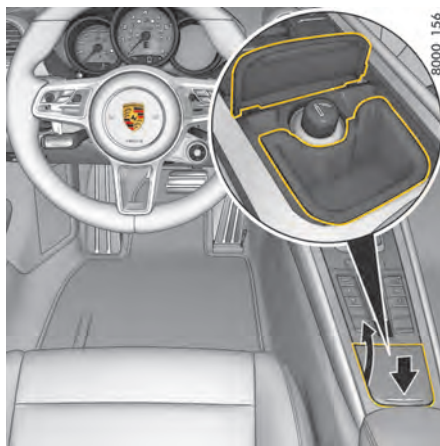

Fig 136 : Utilisation de l'allume-cigare
1. Appuyez brièvement sur le couvercle du cendrier (Fig. 136, **flèche**).